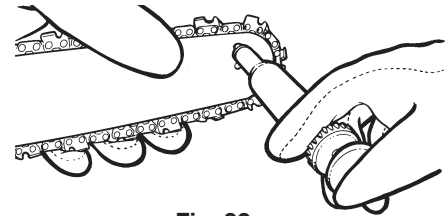

Fig. 32
3. Utilizando la Lube Gun (opcional), inserte la punta de aguja dentro del agujero de lubricación e inyecte grasa hasta que aparezca afuera del borde de la rueda dentada (Fig. 32).